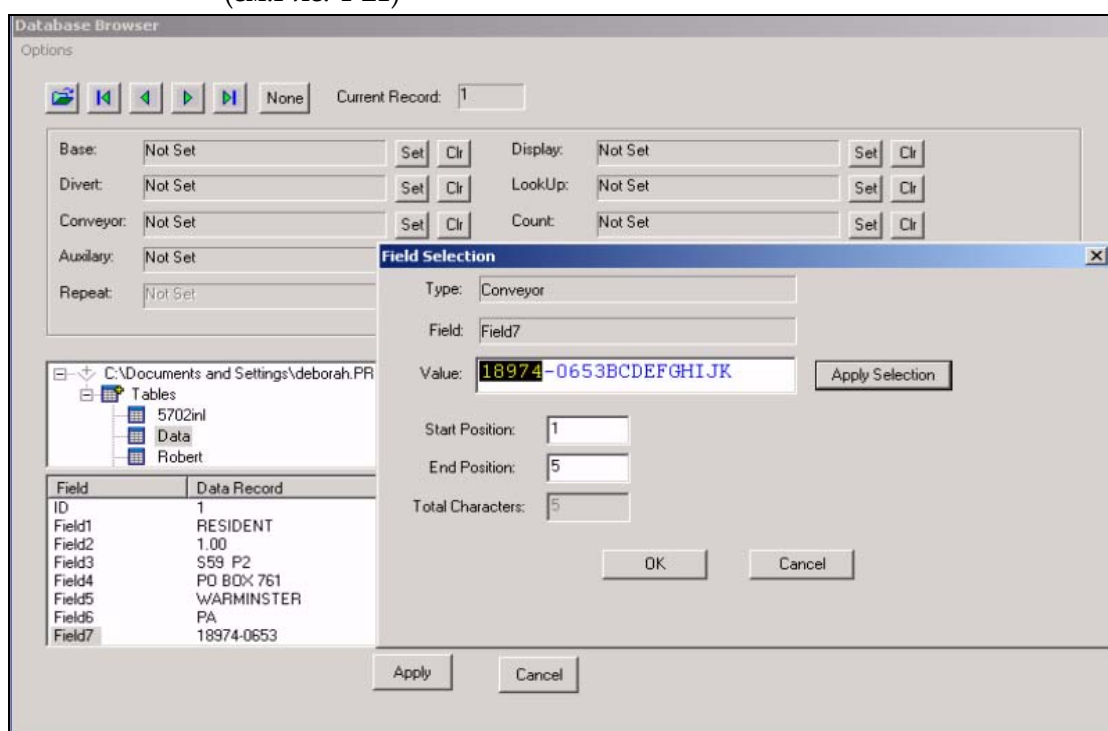

Рисунок 4-21: Установка прерываний для сортировки
- 2 Выбрать устройство, которое обеспечит прерывание и кликнуть *Set*. Появится экран, в котором можно указать символы выбранного поля. (см.Рис. 4-21)